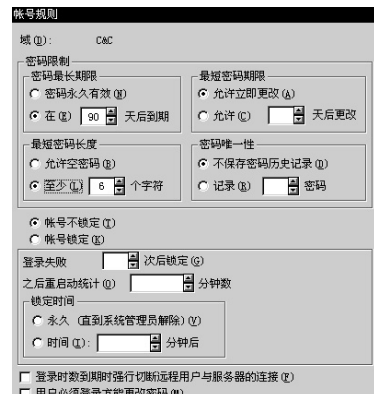

图 9
①帐号规则的管理。帐号规则是指在用户帐号安全的前提下，给用户制定一些应遵循的规则，大致可分为密码限制和锁定限制两类。利用“域用户管理器”窗口中“规则”菜单下的“帐号”项进入图9所示的“帐号规则”对话框，此时可以设置域中所有用户帐号的特性，有关设置说明见表2。